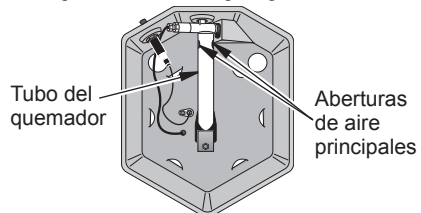

Figura 4 - Vista de la parte inferior del calentador
Para revisar que la llama del quemador sea la apropiada, mire a través de los orificios de ventilación en la parte superior del calentador para ver la llama del quemador. La llama del quemador debe estar azul en su mayoría, con coloraciones amarillas en las puntas. Si la llama del quemador está amarilla en su mayoría, es posible que las aberturas principales en el tubo del quemador bajo la base del calentador estén bloqueadas (consulte la figura 4).
- Vuelque el calentador para situar las aberturas principales de aire en el tubo del quemador (consulte la figura 4). Extraiga cualquier basura que esté bloqueando las aberturas principales de aire.